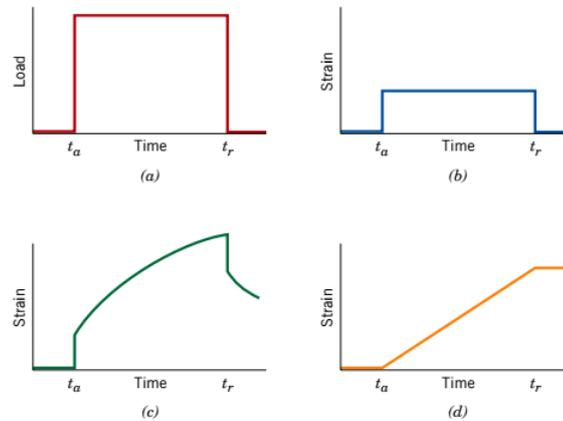

Figura 5 - (a) Gráfico de carga em função do tempo. Para o ciclo carga-tempo em (a), temos as possíveis respostas em (b), (c) e (d)
2. Diferentes tipos de deformações podem ser observados no comportamento viscoelástico para um ciclo de carga constante aplicada (Figura 5 (a)). Explique a deformação observada a partir das respostas obtidas em (b), (c) e (d).